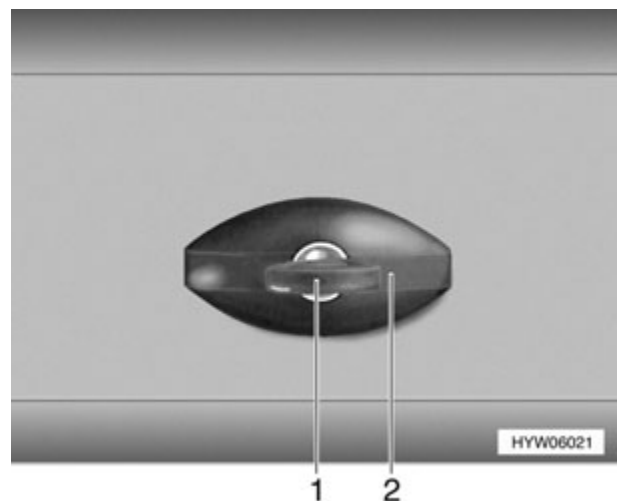

Fig. 27 Serrure du portillon (variante 1)
- ▷ Par temps pluvieux, l'eau peut pénétrer dans la serrure ouverte du portillon. Il faut donc fermer la poignée de la serrure (Fig. 27,2) voir Fig. 27.
- Insérer la clé dans le barillet (Fig. 27,1) et la tourner d'un quart de tour dans le sens inverse des aiguilles d'une montre. La poignée de la serrure (Fig. 27,2) ressort.
- Tourner la poignée de la serrure (Fig. 27,2) dans le sens des aiguilles d'une montre, jusqu'à ce qu'elle soit à l'horizontale. La serrure du portillon est alors fermée, mais pas verrouillée.
- Insérer la clé dans le barillet (Fig. 27,1).